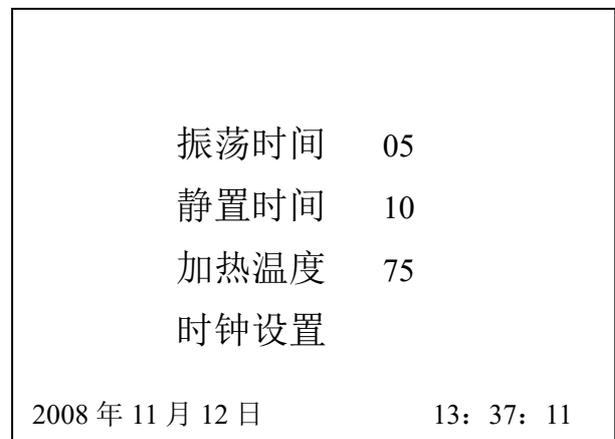

图 2
**参数设置**——是设置恒温振荡的参数，点击参数设置可进入参数设置界面（图 2）。